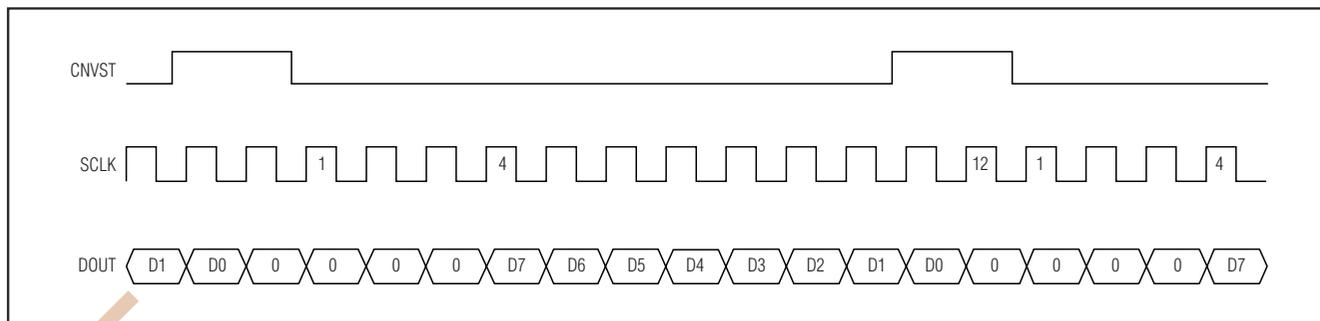
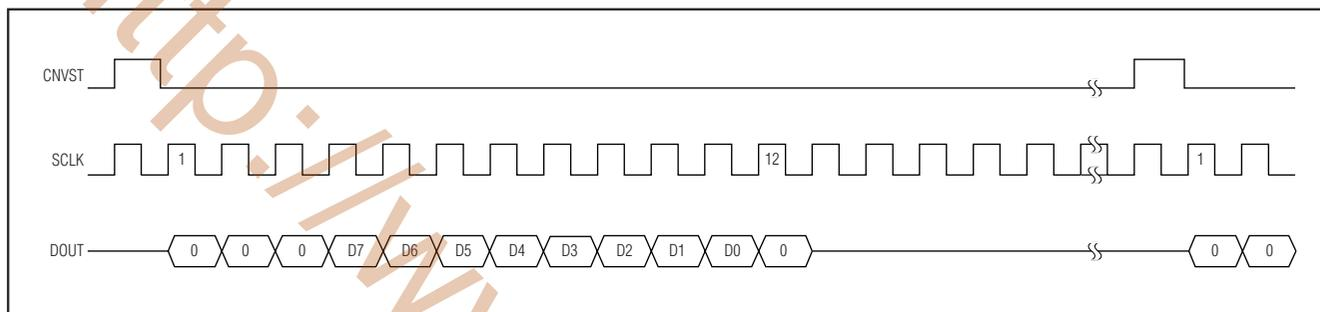

图17. DSP接口——连续转换
图18. DSP接口——单次转换——连续/突发时钟
利用数据发送 (DX) 引脚驱动CNVST，内部产生的发送时钟 (CLKX) 驱动SCLK，同样可以实现MAX1336/MAX1337和TMS320C54_的连接。CNVST信号需要一个上拉电阻，当DX变为高阻态时可保证该信号为高电平，向数据发送寄存器 (DXR) 连续写入 (0001)h 可实现连续转换。向DXR写入 (00FF)h 时将进入关断模式 (见图17和图18)。
成帧 (LAFR = 0) 和高有效帧信号 (LTFS = 0, LRFS = 0)。在此模式下，可以选择独立于数据的帧同步位 (DITFS = 1)，这样就无需多次写入发送数据寄存器。单次转换时，CNVST空闲时为高电平，并在整个转换期间拉低。ADSP21 _ _ _ 的STCTL和SRCTL寄存器配置为滞后成帧 (LAFR = 1) 和低有效帧信号 (LTFS = 1, LRFS = 1)。将字长设置为8位 (SLEN = 0111)，这是进入关断模式的最佳方式。DV_{DD}引脚与ADSP21 _ _ _ 的电源相连 (见图17和图18)。